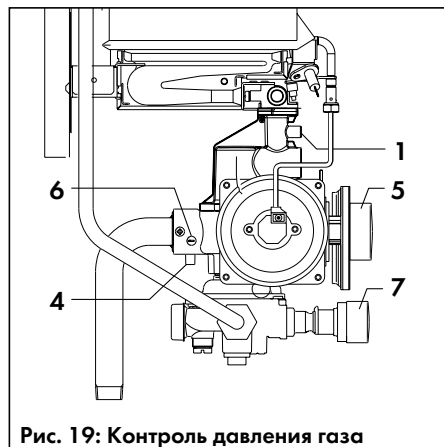

Рис. 19: Контроль давления газа
- Открутите винты (12) и снимите крышку (13) с газовой арматуры (крышка подпружинена).
- Вытащите прокладку корпуса (20), пружину вентиля (17) и клапан вентиля (18).
- Замените клапан вентиля (18) и прокладку корпуса (20) на соответствующие из комплекта для перенастройки и вставьте их вместе с прежней пружинкой (17) в газовую арматуру.
- Установите крышку (13) обратно, крепко затянув её винтами (12).
- Установите трансформатор розжига (22) и отсек элементов питания (24), закрутив винты (21) и (23).
- Установите коллектор (2) с соплами и соберите горелку, обратив внимание на наличие предварительного сопла:
- Подсоедините U-образный манометр к штуцеру для измерения давления газа на соплах (1, рис. 19), вывернув из него винт.